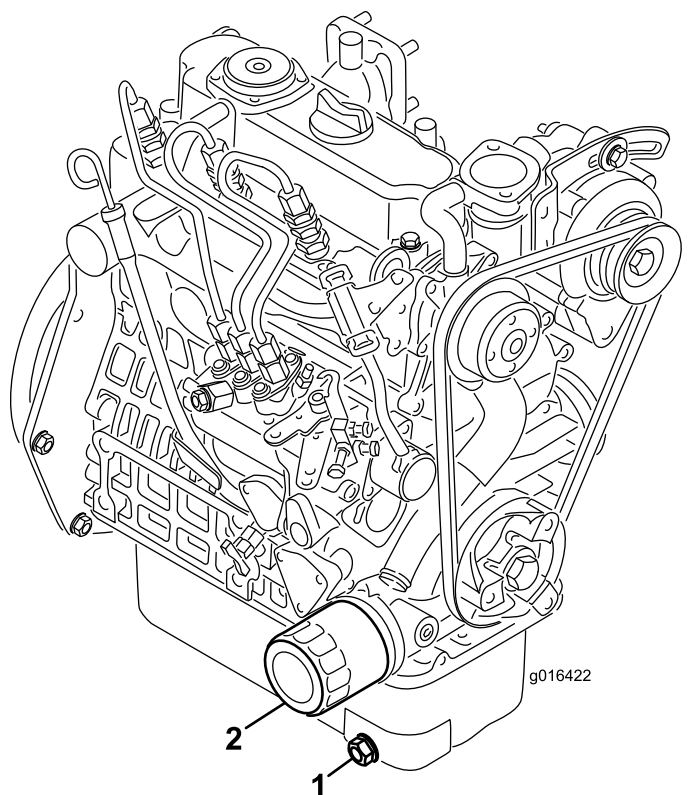

Figura 33
1. Retire o tampo de escoamento (Figura 33) e deixe o óleo escorrer para um recipiente adequado. Quando o óleo parar, volte a montar o tampo de escoamento.